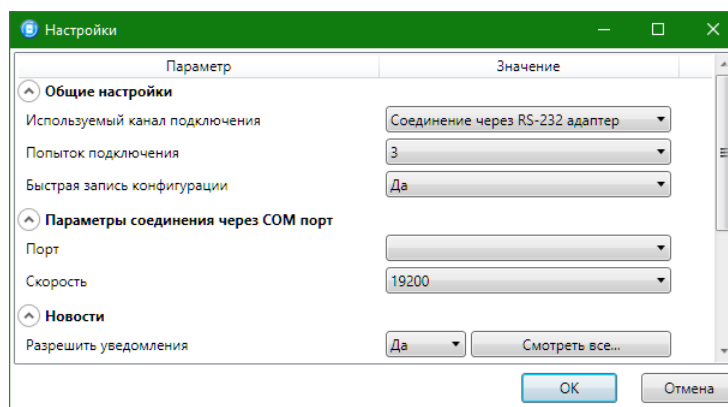

Рисунок 7.1 – Окно *Настройки*
- Щелкните левой кнопкой мыши по меню *Настройки* в основном окне программы *Конфигуратор Профессионал*, в результате чего откроется окно *Настройки* (см. рисунок 7.1).